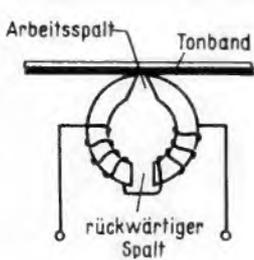

Bild 5.3. Sprechkopf (schematisch mit rückwärtigem Luftspalt)
3. Durch einen rückwärtigen breiten Luftspalt von etwa 500 μm (Bild 5.3) erreicht man, daß Unterschiede im magnetischen Widerstand des am Arbeitsspalt vorbeilaufenden